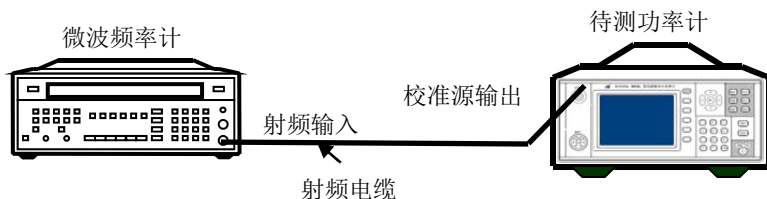

图 8.3 校准源输出频率准确度测试框图
- 1) 按图 8.3 所示连接设备。开机预热至少 30 分钟。